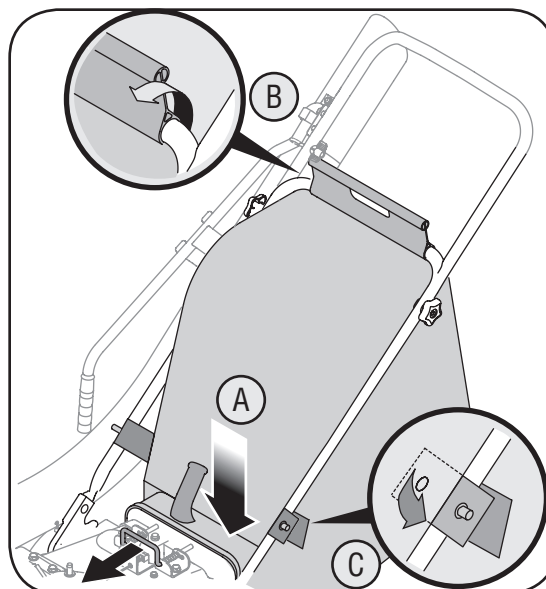

Figura 3-6
- a. Deslice la bolsa por encima del borde de la abertura de descarga y suelte la varilla de seguridad para ajustar la bolsa en su lugar. Vea la figura 3-6.
- c. Coloque las tiras inferiores de la bolsa por encima de la parte superior de la manija inferior, enganchándolas en los pernos. Vea la figura 3-6.